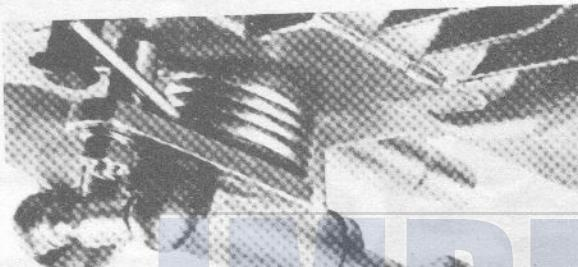

Fig. 19
- De hefboom van de pedaalschakeling van de aandrijfas der schakeling 15.20.90 afnemen. Seegerring 00.46.50 van de aandrijfas der schakeling afnemen. Verstelbare schakelstang 15.20.93 afnemen, door de borgdraad van de voorste kogelpan eruit trekken. De schakel aandrijfas eruit trekken. Let op de afdekringen en pakkingringen (fig. 19).